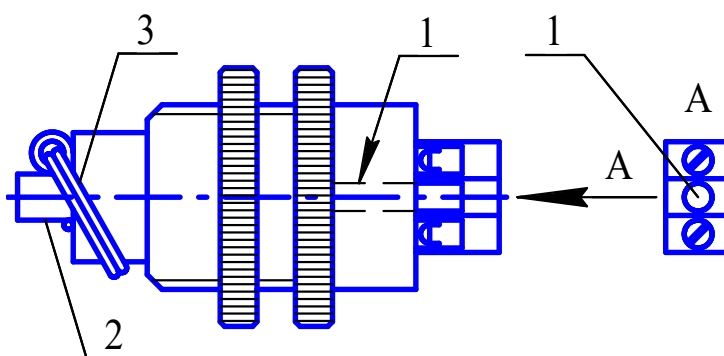

Рисунок 5
7.4 Для восстановления устройства пускового ручного после срабатывания МПП необходимо через отверстие **1** (см. рисунок 5) в основании устройства поднять шток **2** и закрепить чекой **3**. Для подъема штока **2** необходимо использовать незаостренный стержень диаметром 1,5...2 мм. После восстановления верхнюю часть узла активации закрыть заглушкой **10** (см. рисунок 2).